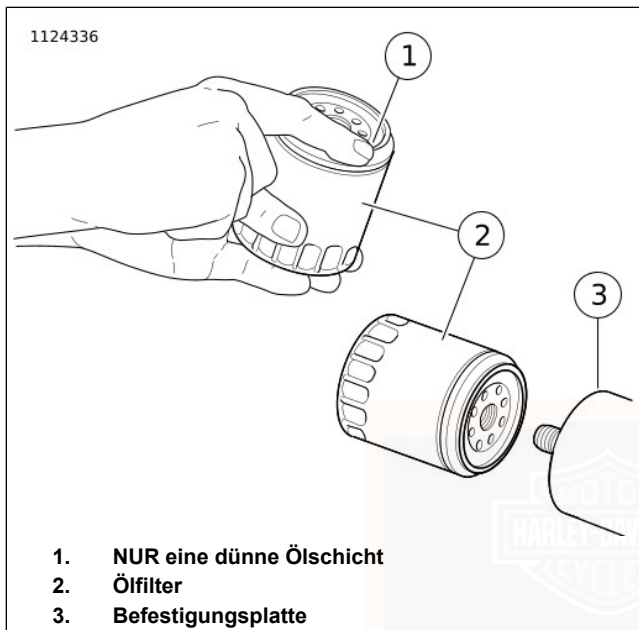

Abbildung 41. Auftragen einer dünnen Ölschicht
7. Siehe Abbildung 41. Dichtung mit sauberem Motoröl schmieren. **Neuen** Ölfilter auf der Filterhalterung einbauen. Den Ölfilter um 1/2 bis 3/4 Drehung von Hand anziehen, nachdem die Dichtung mit der Filterhalterungsfläche den ersten Kontakt hat. Den Ölfilterschlüssel NICHT für den Einbau verwenden.